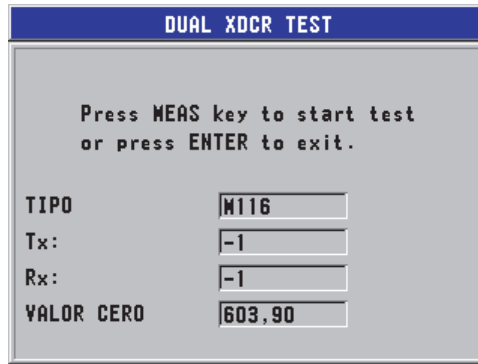

Figura 12-3 Pantalla DUAL XDCR TEST
7. Si el parámetro **DUAL XDCR TEST** es seleccionado, en la pantalla **DUAL XDCR TEST** (véase la Figura 12-3 en la página 228):